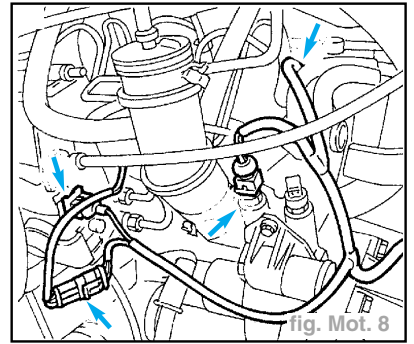
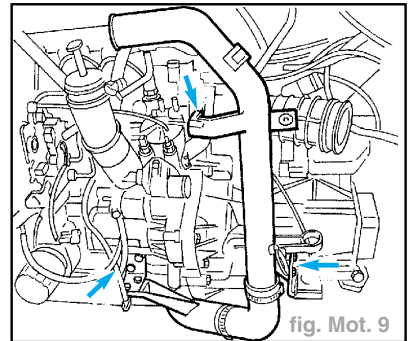

fig. Mot. 8
fig. Mot. 9
- Débrancher les connexions électriques indiquées et les libérer de leurs colliers (fig. Mot. 8).
- Débrancher les deux connexions électriques situées à proximité de la traverse inférieure ; libérer ensuite les faisceaux de leurs colliers de maintien (3).
- Dévisser les vis de fixation du tuyau de raccordement turbocompresseur/échangeur (fig. Mot. 9).